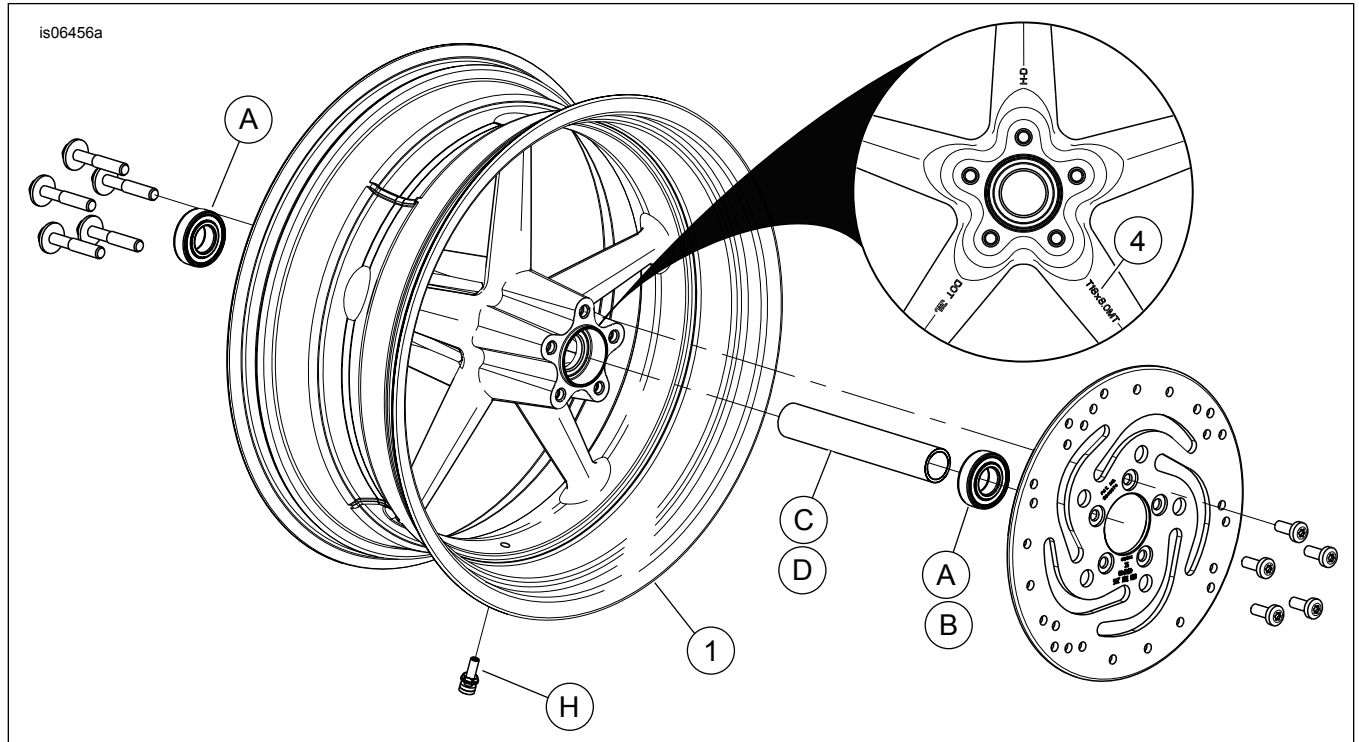

Abbildung 1. Ersatzteile: „Rocker“-Hinterrad
Diese Sätze enthalten nur das Spezial-Rad. Siehe Abbildung 1 und Tabelle 2.
2. Siehe Abbildung 1. Die Ventilschaft-Baugruppe (H) am Rad anbringen. Siehe Werkstatthandbuch.